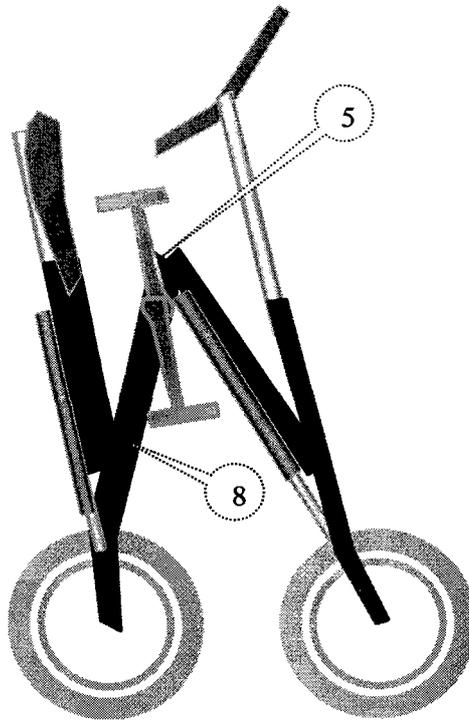

图 2.
4、可折合与平移拉伸装置，为本发明的核心技术。在自行车的中间主梁中的脚踏轴前安装可折合与平移拉伸装置。安装在自行车前部与后部的气压制动杆，在车把按钮的控制下自动折叠成图 2 所示，实现自行车前部与后部折叠，再利用折叠转换平移轴将前后两部分推移到一个平面，然后拉中间伸缩杆展开成推车，实现自车的前后轮平移构成手推车。
在需要骑乘时，推车恢复成自行车的过程，采用反向操作。当自行车折叠成图 2 状态时，左、右手扶车把与车座，用脚踩踏自行车的脚踏板展开自行车。由于脚踏力压缩了自行车的前后气压制动杆内的空气，在下次折叠自行车时，只需按动车把上的控制按钮，可将自车折叠成图 2 所示形状。自行车的前后气压制动杆同时作为车梁支架的一部分，使前后车架更加牢固，同时起到弹簧作用。当自行车发生碰撞事故，以及在不平路面上行驶时，气压杆可减弱撞击冲击力，保护乘车人减小对人体的伤害。